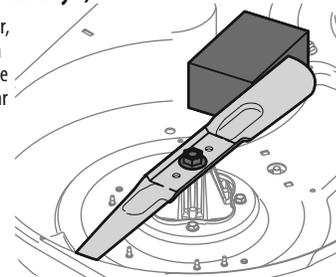

Figura 48
2. Coloque un bloque de madera entre el deflector del alojamiento de la plataforma y la cuchilla de corte para que actúe como estabilizador. Consulte la Figura 48.
3. Coloque un bloque de madera entre el deflector del alojamiento de la plataforma y la cuchilla de corte para que actúe como estabilizador. Consulte la Figura 48.